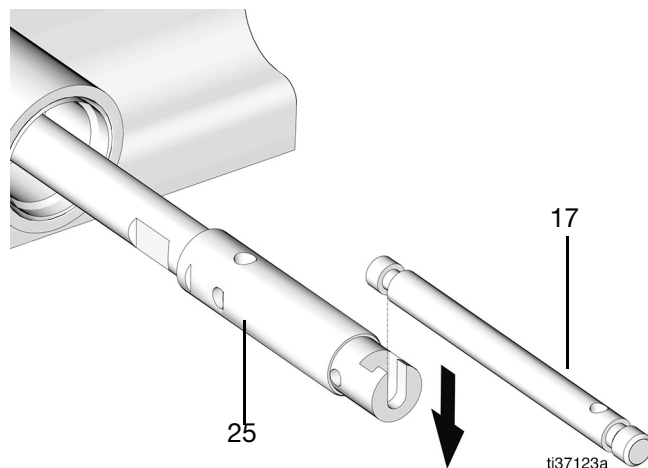

FIG. 60
15. Placez la tige shovel (17) dans la rainure du piston de pompe (25) (FIG. 60).